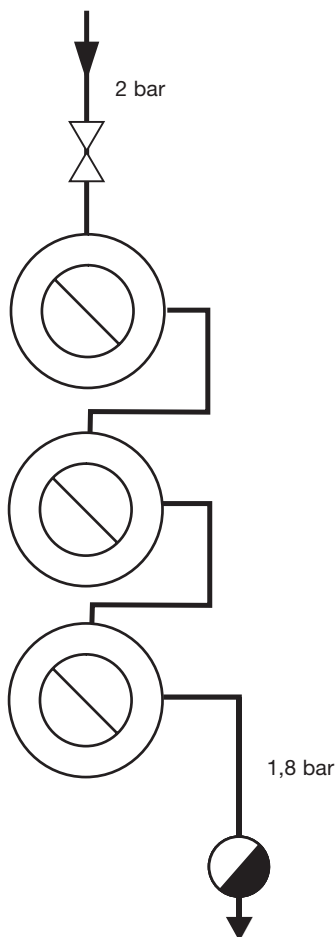

Fig. 19 Raccordement en cascade - raccordement en série
2.7.3. Purge de plusieurs échangeurs de chaleur raccordés en série (par ex. purge de presses à plusieurs étages) (Fig. 19)